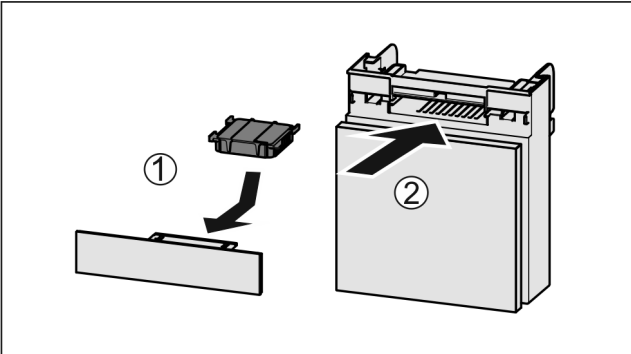

Fig. 149
► 按图装入 Fig. 149 (1)活性炭过滤器。
► 推入 Fig. 149 (2)抽屉。